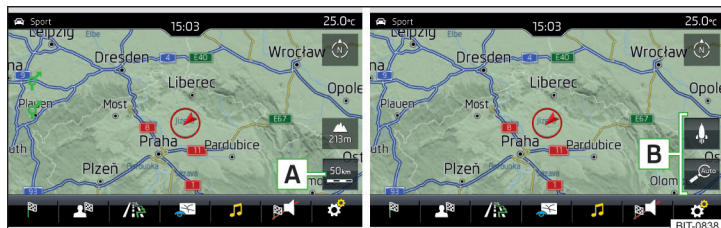

Fig. 169 Superficies funcionales para el cambio de la escala del mapa
► Pulse la superficie funcional **A** » fig. 169.
En el área **B** » fig. 169 se visualizan las superficies funcionales para el cambio de escala del mapa.